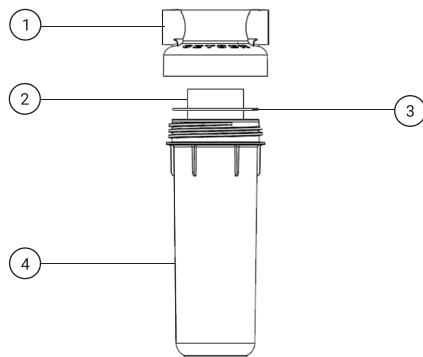

Рис. 13
2. При помощи ключа (входит в комплект поставки) отверните колбу (поз. 4, рис. 13) и замените картридж (поз. 2, рис. 13).
3. Уплотнительное кольцо (поз. 3, рис. 13) перед повторной установкой смажьте силиконовой смазкой (не герметиком) или вазелином для более равномерного уплотнения колбы.
4. Наверните колбу (поз. 4, рис. 13) с картриджем на крышку (поз. 1, рис. 13) и подтяните ее ключом. Включите электропитание. Откройте подачу воды на фильтр.